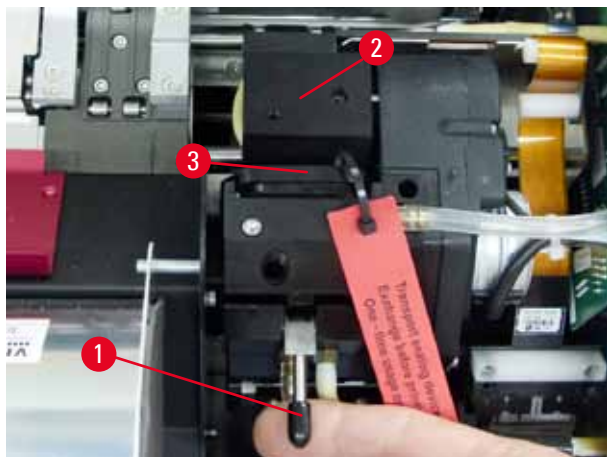

Fig. 30
4. El cabezal de impresión (→ "Fig. 30-2") se desplaza hacia arriba hasta quedar aprox. a 1 cm de la faldía obturadora (→ "Fig. 30").